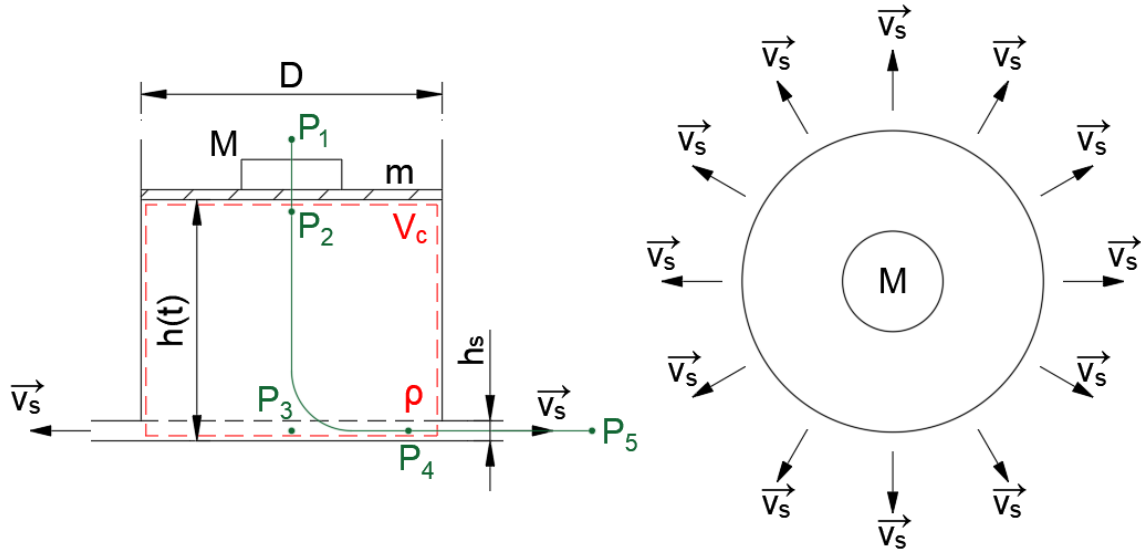

Figura 5.13: Esquema del depósito con salida de tipo anillo.
7. Para el depósito de la Figura 5.13 hallar la expresión del tiempo que tardaría en vaciarse sabiendo que $h(t = 0) = H_0$